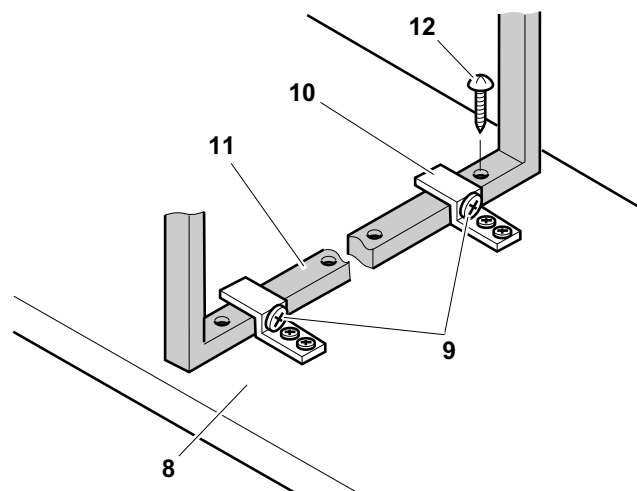

Abb. 14
- Mit den beiden Linsenschrauben 9 am mittleren Querrohr 11 die Frontplatte 8 justieren, mit einer Schraube 12 fixieren, ggfs. Bettgestell und Frontplatte durch eine Schraubzwinde oben verspannen und das Fugenbild der Frontplatte überprüfen, siehe **Abb. 14**.